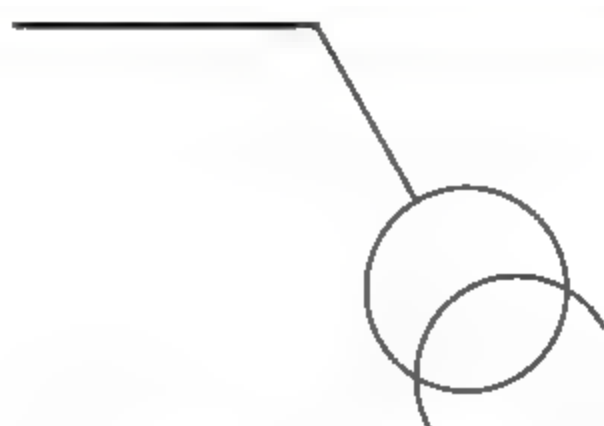

图4-67 打开素材
**04** 单击快速访问工具栏中的【打开】按钮, 打开本书配备资源中的“素材\第4章\4-8 旋转带隔离变压器的电源插座.dwg”文件, 如图4-67所示。